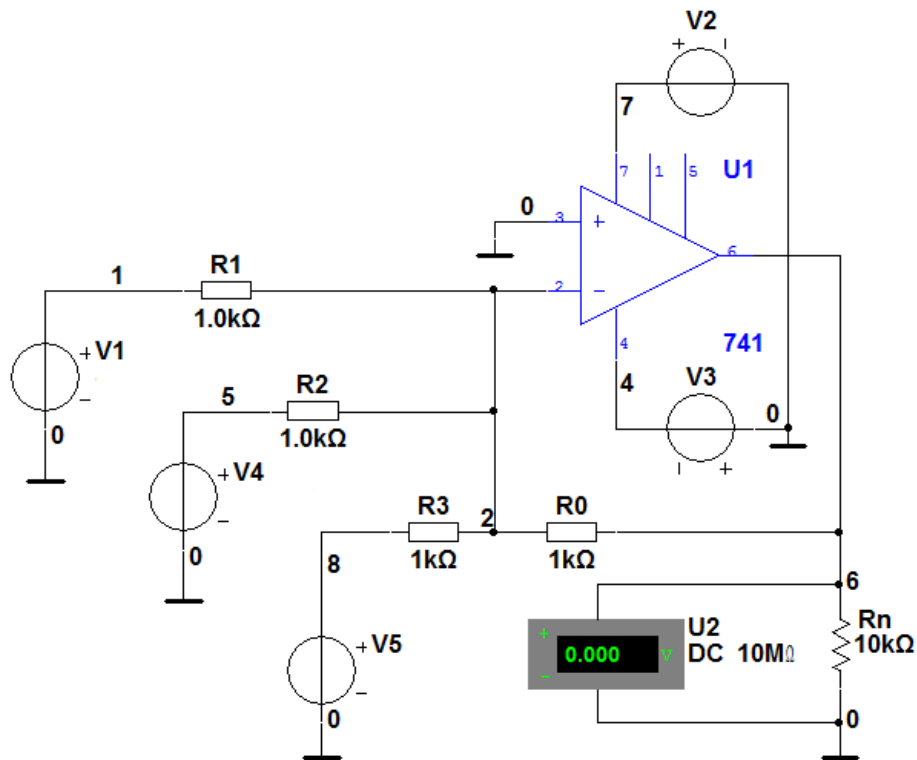

Рисунок 11 Схема суммирующего усилителя
4.1 Собрать схему суммирующего усилителя (инвертирующего сумматора, рис. 11) или использовать готовую модель (OU-3.ms10).